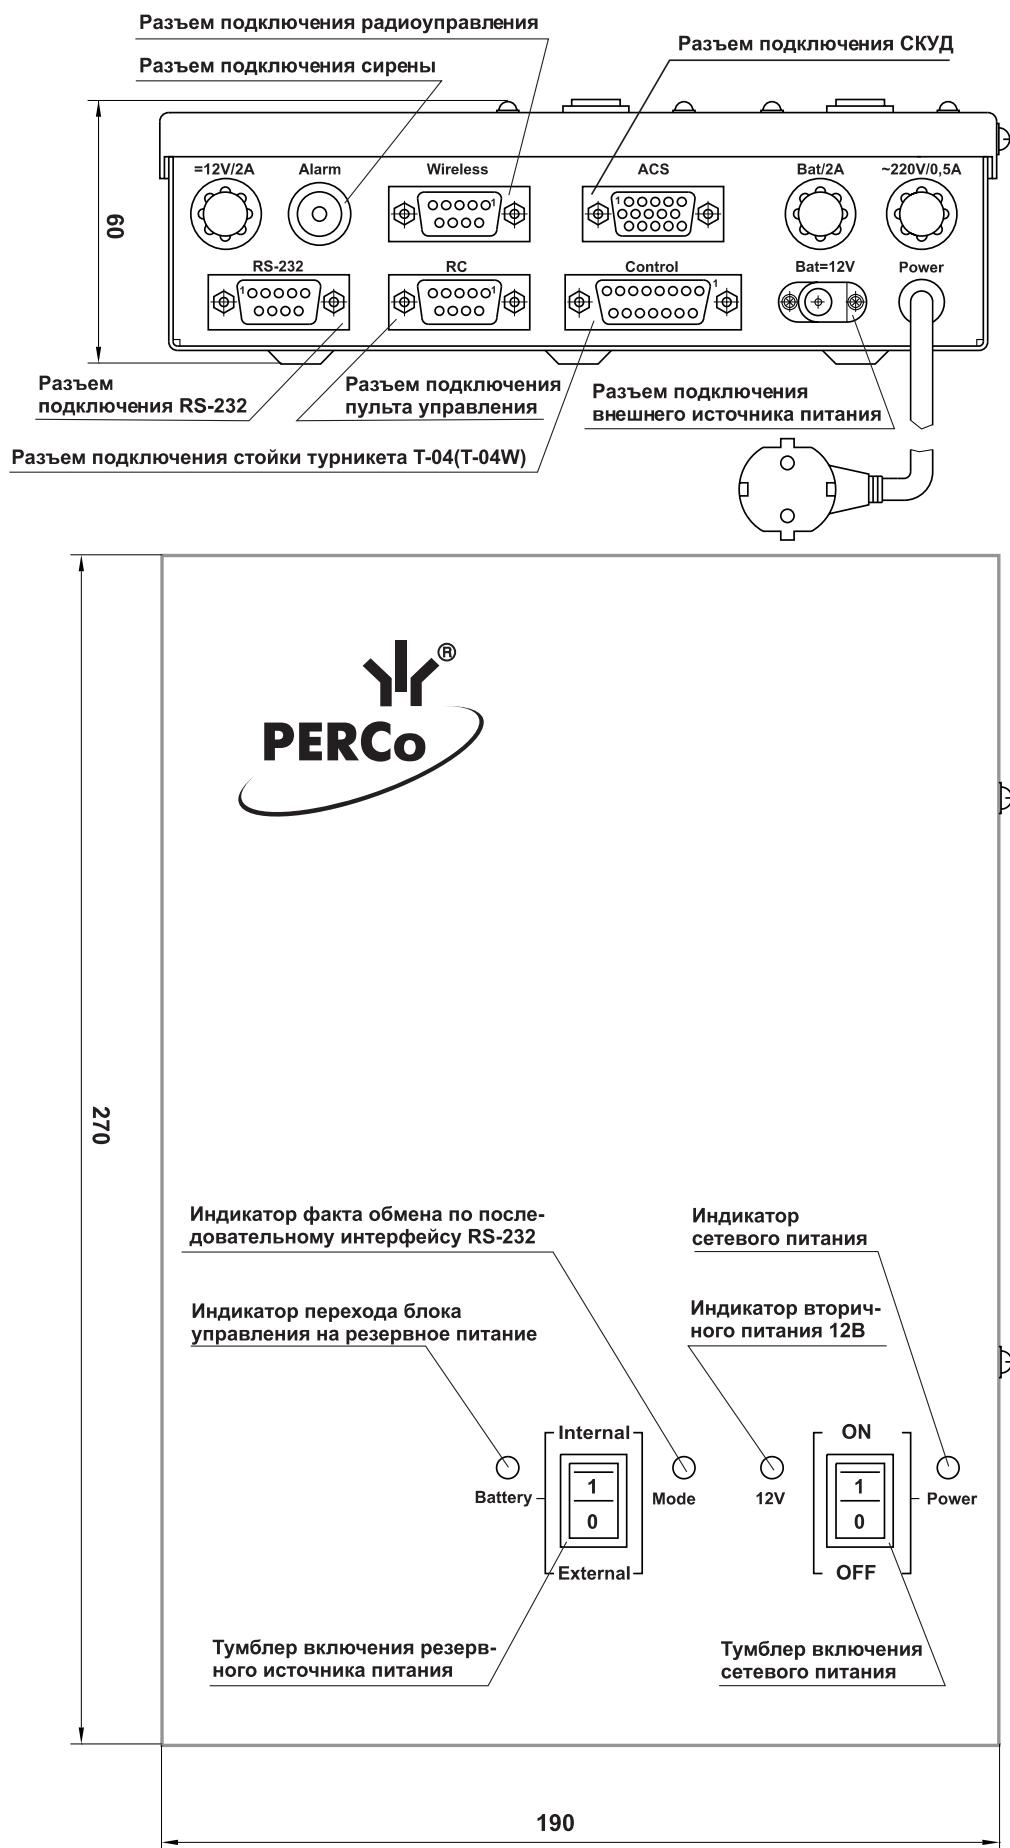

Рис. 2 Блок управления
5.2.4. Пульт управления выполнен в виде небольшого настольного прибора в корпусе из ударопрочного АБС пластика и предназначен для задания и индикации режимов работы при ручном управлении турникетом. Пульт управления подключается к блоку управления гибким многожильным кабелем (6) через разъем "RC" (см. рис. 2).
На лицевой панели корпуса пульта управления расположены три кнопки управления для задания режимов работы турникета. Над кнопками расположены индикаторы. Средняя кнопка (далее — кнопка STOP) предназначена для переключения турникета в режим "Запрет прохода". Левая и правая кнопки предназначены для разблокировки турникета в выбранном направлении. Изменить ориентацию пульта управления относительно установки стойки турникета (если по месту установки стойка турникета обращена к оператору не лицевой, а тыльной стороной) можно, переключив пульт управления на разъем "Wireless" блока управления (см. рис. 2). Пульт управления снабжен зуммером для формирования звуковых сигналов (подробнее о звуковых сигналах пульта управления смотри п.9.2.).
На лицевой панели блока управления (см. рис. 2) расположены следующие индикаторы: